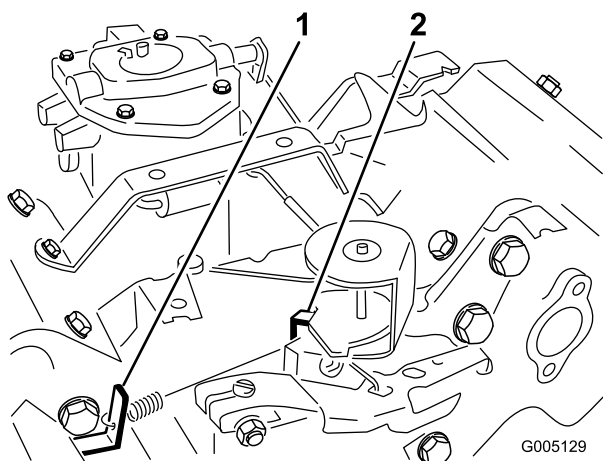

Figure 36
3. Courbez la languette d'ancrage du ressort de ralenti réglé (Figure 36) pour obtenir un régime de ralenti de 1625 \pm 100 tr/min. Vérifiez le régime avec un compte-tours.
5. Réglez la manette d'accélérateur en position Haut régime. Pliez la languette d'ancrage du ressort de haut régime (Figure 36) pour obtenir un régime maximum de marche à vide de 2850 ± 50 tr/min.